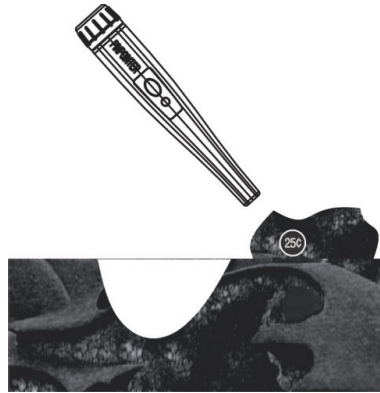

Bild 6
3. Wenn das gesuchte Objekt tief vergraben liegt und außerhalb des Suchbereichs liegt, sollten Sie zur genaueren Positionsbestimmung erneut den Metalldetektor verwenden. Nachdem Sie die Position festgestellt haben, können Sie mit dem Graben beginnen. Sie sollten die bereits aufgeschüttete Erde mit dem Pinpointer überprüfen, um festzustellen, ob Sie das gesuchte Objekt bereits ausgegraben haben, oder ob es sich noch im Boden befindet (Vgl. Abbildung 6).